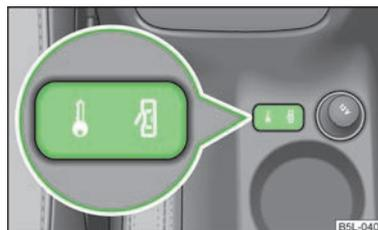

Fig. 12
Si le véhicule n'a pas été verrouillé de l'extérieur, vous pouvez le déverrouiller et le verrouiller au moyen du bouton à bascule » fig. 12, même si le contact n'est pas mis.
- Appuyer sur la touche dans la zone **↓** » fig. 12. Le symbole **↓** s'allume dans la touche.
- Appuyer sur la touche dans la zone **↑** » fig. 12. Le symbole **↑** s'éteint dans la touche.